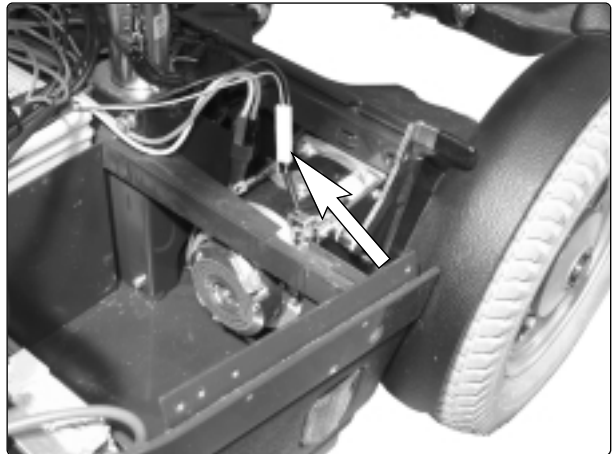

Abb. 24. Anschlusskabel Magnetbremse
5. Schließen Sie das Anschlusskabel der Magnetbremse an, siehe Abb. 24.